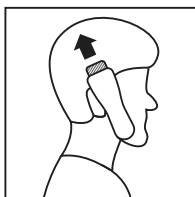

Figura 5
•Mudar para os pentes para 9-12mm para cortar os cabelos do alto da cabeça (Figura 5).